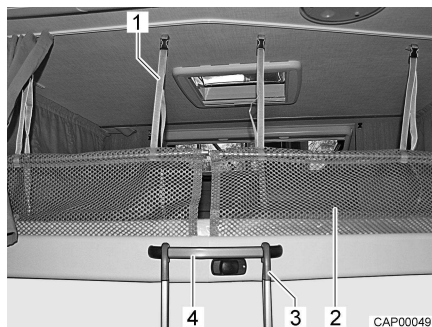

Fig. 51 Escalera de ascenso y red de seguridad
- Enganchar la escalera de ascenso (Fig. 51,3) con las dos horquillas en el asidero (Fig. 51,4) de la cama elevada.
Las redes de seguridad (Fig. 51,2) con los cinturones de sujeción están guardadas debajo del colchón. Extender las redes de seguridad apenas cuando las personas ya se encuentren en la cama elevada.
- Engatillar las cinturones de sujeción (Fig. 51,1) en los soportes en el techo.